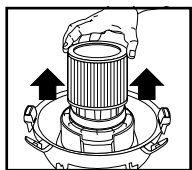

FIGURE 18
24. Glissez la cartouche filtrante à l'extérieur du support de couvercle. **FIGURE 18.**